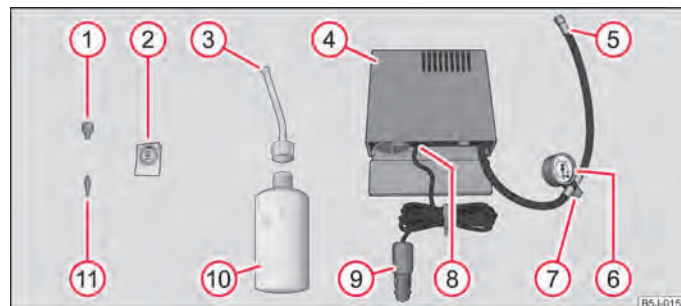

Abb. 146 Bestandteile des Reifenreparaturatzes
- Den Aufkleber ② → **Abb. 146** kleben Sie auf die Schalttafel im Sichtfeld des Fahrers.
- Schrauben Sie mit Hilfe des Ventileinsatzdrehers ① den Ventileinsatz heraus und legen ihn auf einen sauberen Untergrund.
- Reifenfüllflasche ⑩ → **Abb. 146** einige Male kräftig schütteln.
- Einfüllschlauch ③ fest im Uhrzeigersinn auf die Reifenfüllflasche schrauben ⑩. Die Folie am Verschluss wird automatisch durchstoßen.
- Verschlussstopfen vom Einfüllschlauch ③ entfernen und das offene Ende ganz auf das Reifenventil stecken.
- Flasche ⑩ mit dem Boden nach oben halten und das gesamte Dichtungsmittel der Reifenfüllflasche in den Reifen füllen.
- Ventileinsatz mit dem Ventileinsatzdreher ① wieder in das Reifenventil schrauben.
- Reifenfüllschlauch ⑤ → **Abb. 146** des Luftkompressors fest auf das Reifenventil schrauben.
- Prüfen, ob die Luftablassschraube ⑦ zuge dreht ist.
- Stecken Sie den Stecker ⑨ in die 12-Volt-Steckdose.
- Luftkompressor mit dem EIN- und AUS-Schalter ⑧ einschalten.